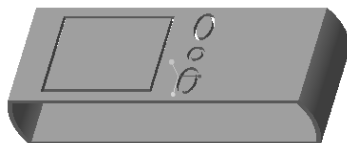

图 5-179 完成的加厚效果
11) 在“加厚”选项卡中单击 （完成）按钮，完成效果如图 5-179 所示。